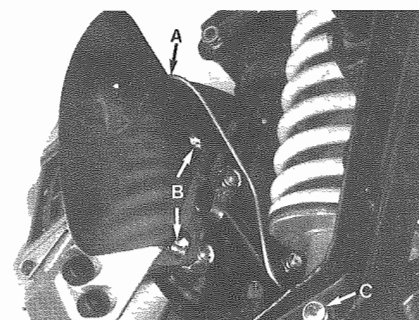

Fig. 5 - A - Tubo olio freni
- Smontare il tubo olio freni A dal caliper (**Fig. 5**), e chiuderlo con un tappo.
- Smontare il caliper: aprire i fermi ed allentare le viti di fissaggio (**Fig. 5**); asportare il convogliatore d'aria e lo spessore di centraggio tra caliper e portacaliper.
- Remove brake oil pipe A from caliper (**Fig. 5**) and close it with a plug.
- Remove the caliper: open the retainers and loosen fixing screws (**Fig. 5**); remove air conveyor and centering spacer between caliper and caliper holder.
- Allentare le viti di fissaggio e smontare l'ammortizzatore (Fig. 5).
- Loosen the fixing screws and remove shock absorber (Fig. 5).